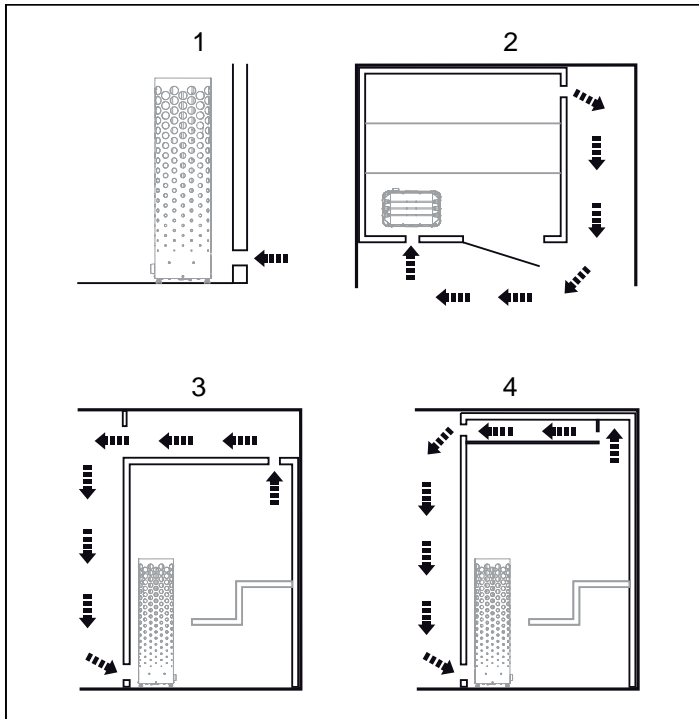

Figure 6 : Positionnement des valves d'admission et d'échappement d'air
Positionner la valve d'admission d'air de manière à traverser le mur derrière la ligne centrale du poêle (voir figure 6).
- à la plus grande distance possible de la valve d'admission d'air, en diagonale (voir figure 6);
- en hauteur sur le mur ou dans le plafond (voir figure 6);